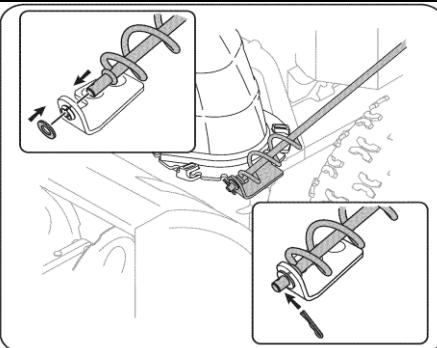

Рис. 5
7. Вставьте конец ручки управления направления выброса в нижний кронштейн и зафиксируйте плоской шайбой и фиксатором, которые были сейчас сняты. (См. Рис. 5). При необходимости можно отрегулировать нижний кронштейн (более подробная информация приведена в разделе «Техническое обслуживание» – Регулировка кронштейна желоба).